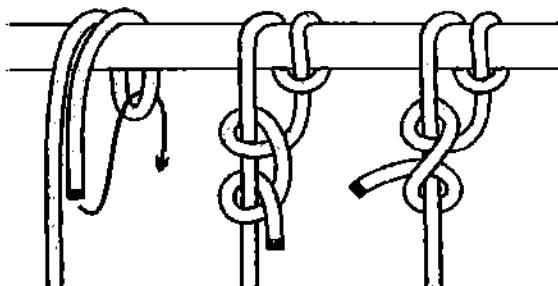

Рис. 545. Обратный штык.
*Обратный штык* – разновидность *штыка с обносом* (рис. 545). *Обратный штык* вяжется в тех случаях, когда по какой-либо причине не удобно накладывать на опору большее число шлагов при завязывании штыка. Ходовой конец складывается петлёй и обносится вокруг опоры один раз.